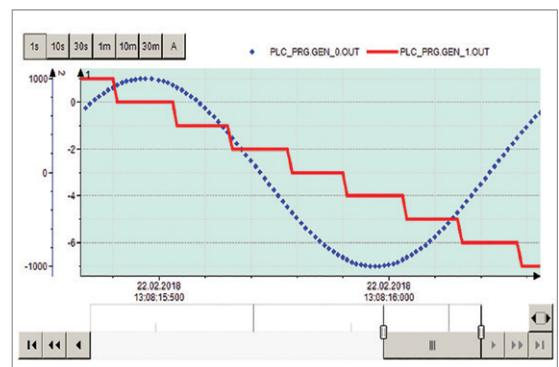

Рис. 6
- » трендов (исторических графиков) (рис. 6);